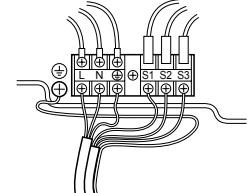

Fig. 7-2
7.1. Dış ünite (Fig. 7-1, Fig. 7-2)
① Servis panelini söküن.
② Fig. 7-1 ve Fig. 7-2'ye bakarak kabloları bağlayın.